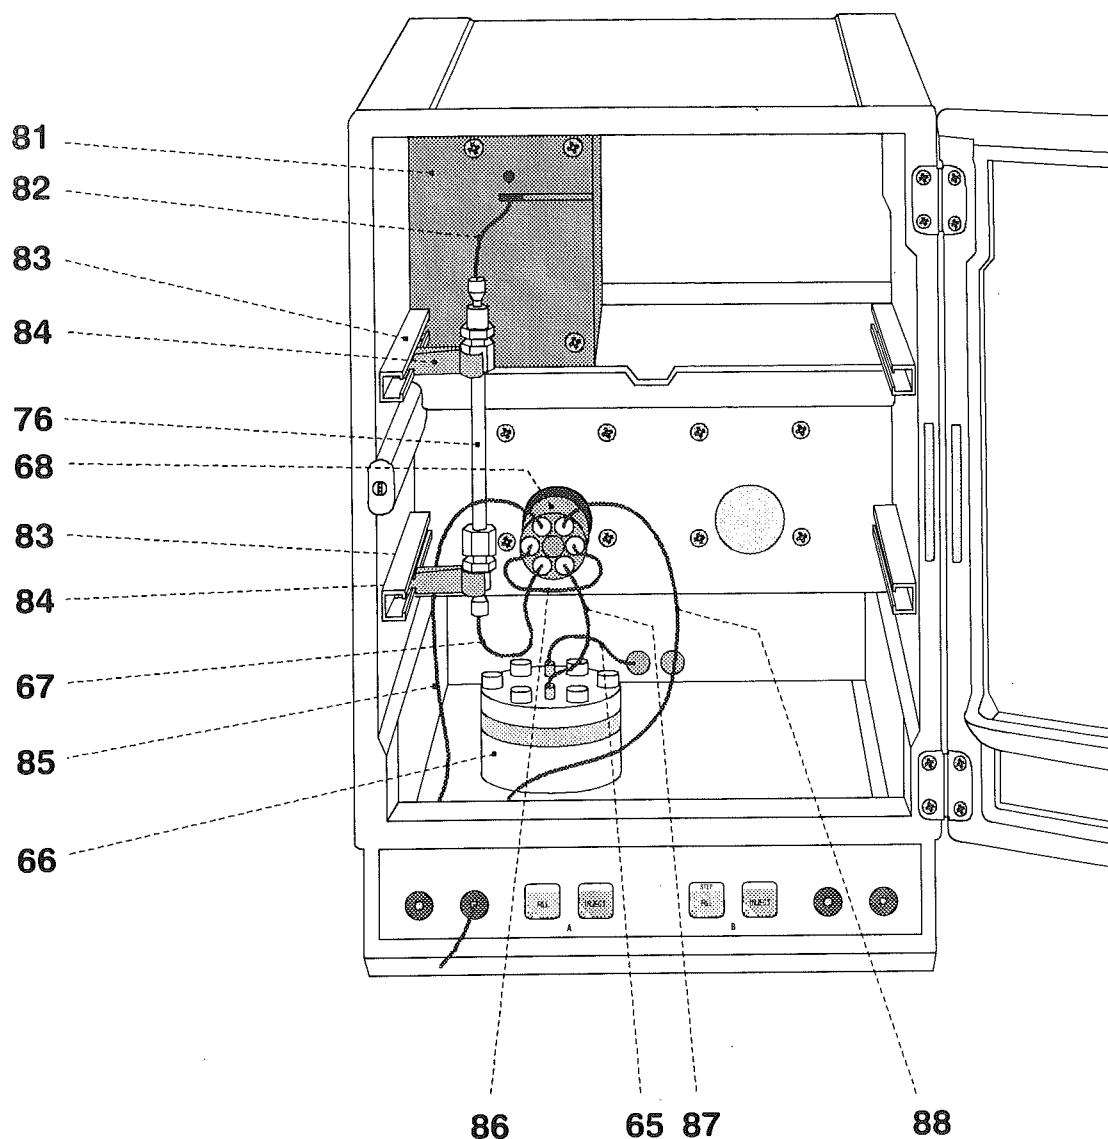
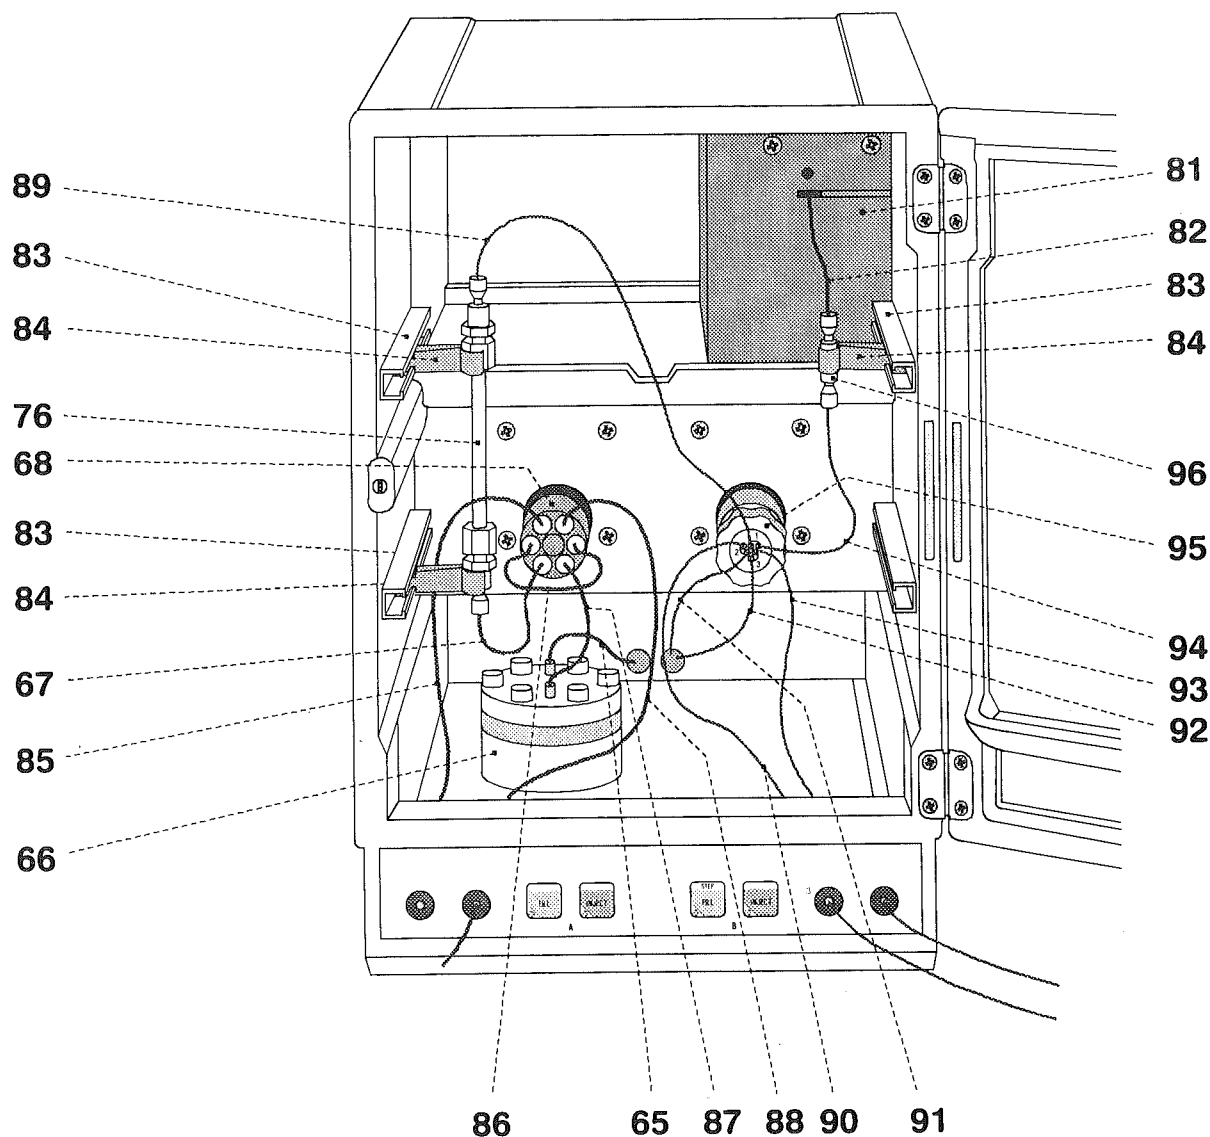
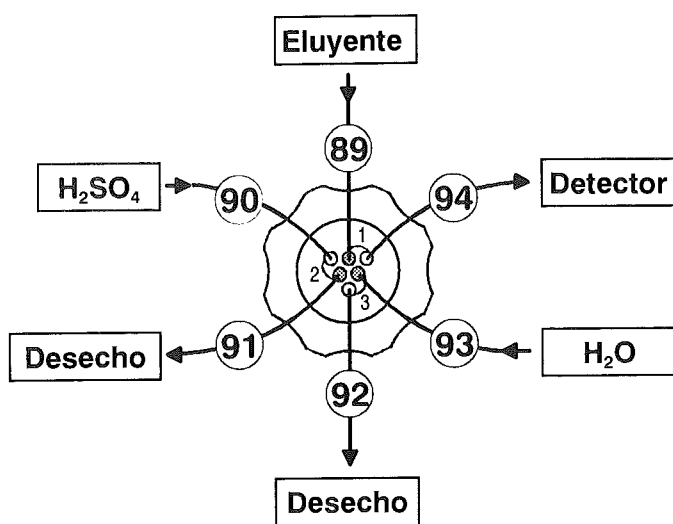

Fig. 16: Recinto interior del Centro de separación CI 2.733.0010
Fig. 17: Recinto interior del Centro de separación CI 2.733.0X30
Fig. 18: Conexiones al módulo supresor
- Desmontar el acoplamiento 6.2620.060 entre capilar de conexión de columna **67** y capilar de entrada **82** (véase Fig. 16). El sistema CI se encuentra ahora en condiciones para el montaje de precolumnas, columnas de separación y módulo supresor.
Las unidades de supresión no deben jamás regenerarse con H_2SO_4 en el mismo sentido de flujo en el que se transporta el eluyente. Por lo tanto, instalar siempre los capilares de entrada y salida como expuesto en el esquema de la Fig. 18, Cap. 2.8.6.
Cada una de las tres entradas y salidas de las unidades de supresión numeradas con 1...3 dispone de 2 capilares de PTFE montados en fijo que deben conectarse conforme a lo expuesto en el Cap. 2.8.6 (véase Fig. 16 y Fig. 17).
Con sistema monocal sin módulo supresor, la columna de separación CI se instala en el Centro de separación CI 2.733.0010 como sigue (véase Fig. 16):
Con sistema bicanal sin módulo supresor (Centro de separación CI 2.733.0X20), la primera columna de separación CI se conecta como en el sistema monocal a la parte izquierda de la válvula inyectora A y al bloque detector A (véase Cap. 2.8.4 y Fig. 16). La segunda columna se conecta de forma analógica a la parte derecha de la válvula inyectora B y al bloque detector B.
En el sistema monocanal con módulo supresor se monta, primeramente, la columna de separación CI en el Centro de separación CI 2.733.0X30 (véase Fig. 17), a continuación, se conecta el módulo supresor a la Unidad de bomba 752 requerida para la operación (véase Fig. 18). A esta finalidad se procede como sigue:
- Soltar el niple giratorio atornillado en la parte del recinto interior de la conexión **27**. Extraer a mano por la apertura de la conexión **27** el capilar de entrada **90** marcado con "H₂SO₄" (véase Fig. 17 y Fig. 18) en la longitud deseada. Cerrar de nuevo el niple giratorio en la parte del recinto interior de la conexión **27** y, con ello, fijar el capilar de entrada **90**.
- Soltar el niple giratorio atornillado en la parte del recinto interior de la conexión **28**. Extraer a mano por la apertura de la conexión **28** el capilar de entrada marcado con "H₂O" **93** (véase *Fig. 17* y *Fig. 18*) en la longitud deseada. Cerrar de nuevo el niple giratorio en la parte del recinto interior de la conexión **28** y, con ello, fijar el capilar de entrada **93**.